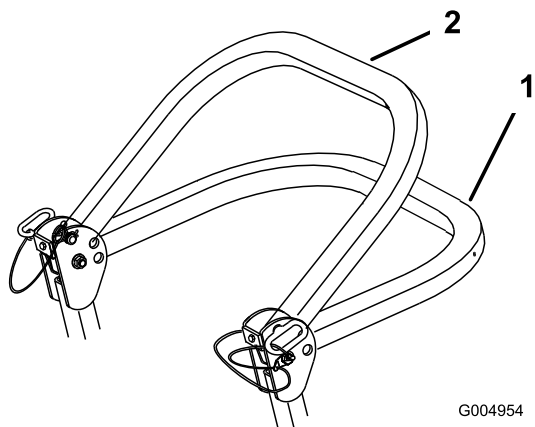

Figure 9
2. Faites pivoter l'arceau de sécurité à la position abaissée (Figure 9).
**Remarque:** La position abaissée est à 2 niveaux ; voir Figure 9.